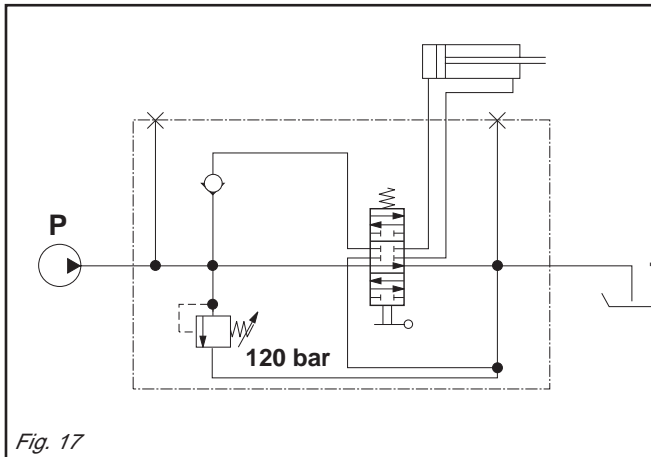

Fig. 17
Una volta eseguite queste due operazioni preliminari (attacco dei 3 punti al trattore e innesto del cardano) si deve collegare al trattore il circuito idraulico (schema Fig. 17) che permette i vari movimenti della macchina e precisamente:
*Once these preliminary operations have been accomplished (coupling of 3-point hitch to the tractor and cardan shaft engagement), connect the hydraulic circuit (plant Fig. 17) to the tractor. This will enable the machine to accomplish its various movements, i.e.:*
Nach der Durchführung dieser beiden Vorbereitungsarbeiten (Einkupplung der Ober- und Unterlenker am Schlepper und Einstecken der Gelenkwelle) ist die hydraulische Kreislauf (Plan Fig. 17) am Schlepper zu befestigen. Mit dieser werden die verschiedenen Bewegungen der Maschine ermöglicht, und zwar: Den hydraulischen Kreislauf einschalten, indem man den Hebel (1 Abb. 18) auf der Hydropumpe um 180 Grad dreht, indem man ihn in die Position bringt, die auf dem Etikett in der Nähe des Hebels angegeben ist.
*Après avoir effectué ces deux opérations préliminaires (attelage des 3 points au tracteur et raccordement du cardan) il faut relier au tracteur le circuit hydraulique (schema Fig. 17) permettant les divers mouvements de la machine et plus précisément:*
Una vez efectuadas estas dos operaciones preliminares (enganche de 3 puntos con el tractor y conexión del cardán) debemos conectar el circuito hidráulico (esquema Fig. 17) con el tractor que permite los distintos movimientos de la máquina, en particular: